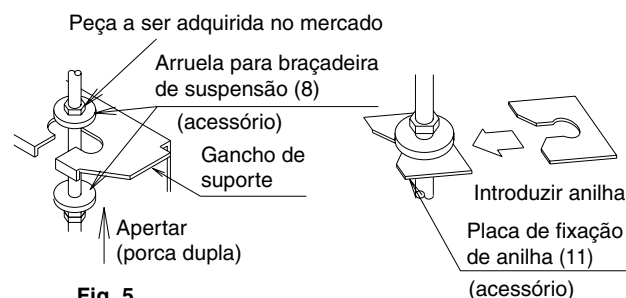

Fig. 5
(1) Instale provisoriamente a unidade interior.
- Fixe a consola de suspensão ao perno de suspensão. Certifique-se de que a fixa com firmeza, utilizando uma porca e anilha dos lados superior e inferior na consola de suspensão. **(Consulte a Fig. 5)**